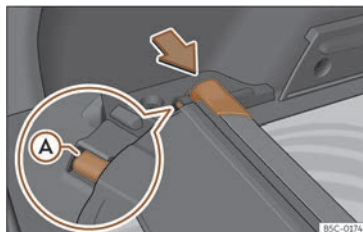

Fig. 178 Al maleter: allotjament per guardar la safata enrotllable.
• Premeu el capçal de la safata enrotllable en el sentit de la fletxa fins encaixar-lo en l'allotjament previst a tal efecte >>> **fig. 178**. Assegureu-vos que el patí **A** encaixa en el lloc corresponent.